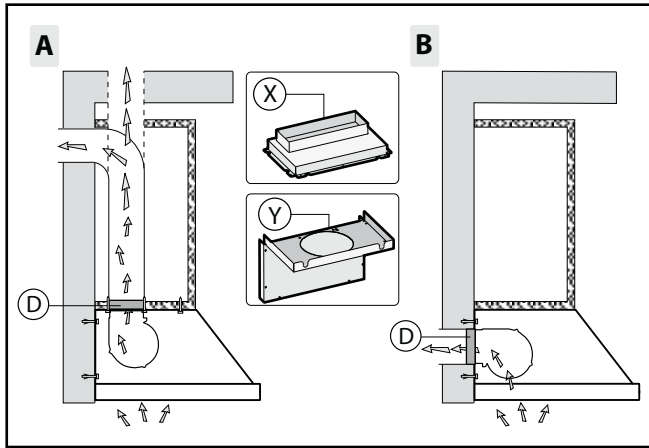

Fig. 1
- La bride d'évacuation d'air est fournie en format rectangulaire **X** et circulaire **Y** (Fig. 1).